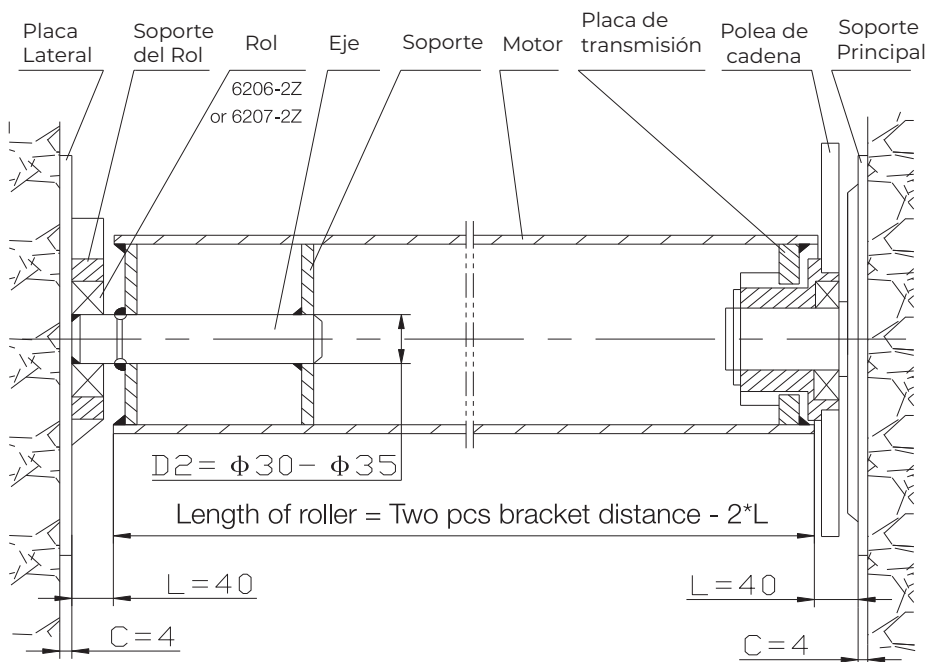
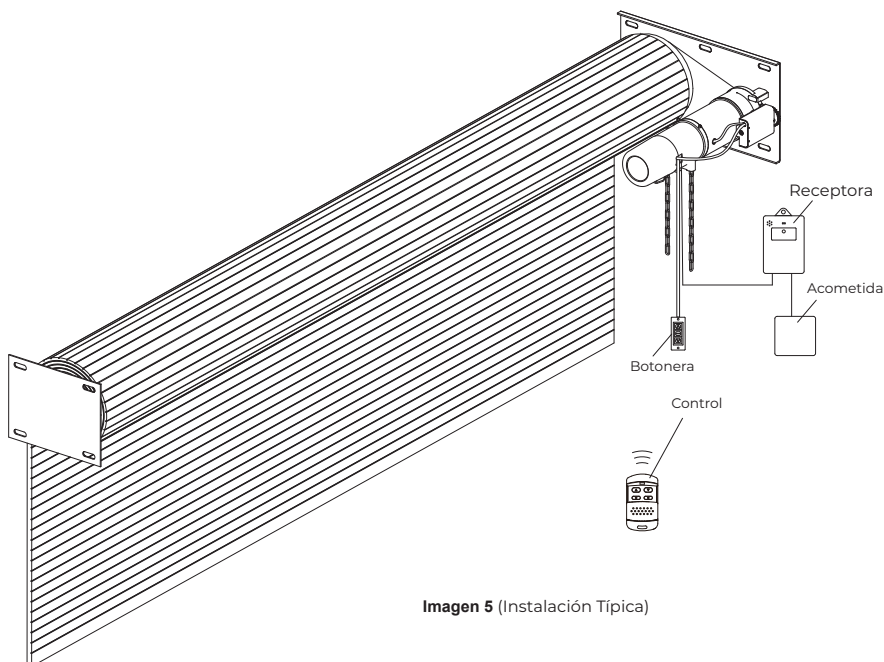

Imagen 4 (Instalación de rodillos)
Imagen 5 (Instalación Típica)
5. El proceso de instalación (Imagen 4, Imagen 5)
- Después de la instalación, tire de la cadena manual vertical hacia abajo (Imagen 5), haga que la puerta esté a 1 metro del suelo. (preste atención a la dirección de rotación, como se proporciona a la derecha para la instalación en el sentido de las agujas del reloj, en el sentido contrario a las agujas del reloj, a la izquierda; el dispositivo de operación debe ser flexible, confiable, abierto, la puerta cerrada debe ser normal).